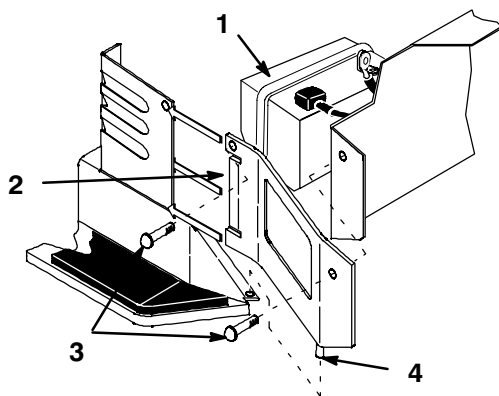

**Figure 36**
4. Débranchez le câble négatif (noir) de mise à la masse de la borne de la batterie (Fig. 36).
5. Enlevez le capuchon en caoutchouc qui se trouve sur le câble positif. Débranchez le câble positif (rouge) de la borne de la batterie (Fig. 36).
6. Enlevez la sangle de maintien de la batterie (Fig. 36). Déposez la batterie de la machine.
2. Fixez-la en place à l'aide de la sangle de maintien (Fig. 36).
3. Connectez le câble positif (rouge) à la borne positive (+) de la batterie à l'aide du boulon et de l'écrou (Fig. 36). Glissez le capuchon de caoutchouc sur la borne de la batterie.
4. Connectez le câble négatif (noir) à la borne négative (-) de la batterie à l'aide du boulon et de l'écrou (Fig. 36).